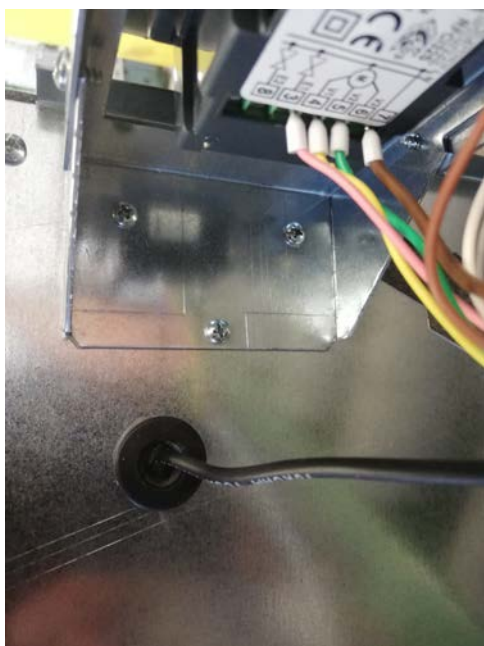

Fig. 1
- Fissare con le tre viti in dotazione la staffa metallica del pannello di comando al telaio del ventilconvettore, nella posizione indicata in Fig. 1.
- Installare la sonda di minima temperatura acqua fornita di serie, inserire il passacavo in gomma nel foro già predisposto sul fianco del telaio del ventilconvettore, avendo cura di tagliare il materiale isolante che lo copre (fig.1). Infilare il cavo della sonda nel passacavo ed inserire la sonda tra le alette dello scambiatore come rappresentato in fig.4